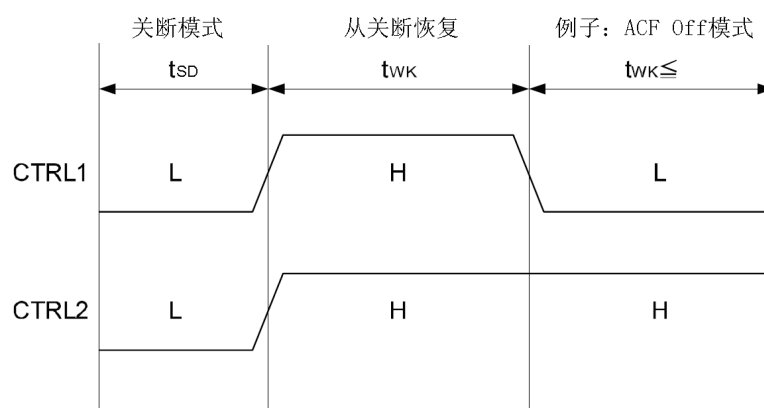

图3 唤醒初始化时序
- (2) 从关断模式唤醒时，必须先设置为模式 ACF-Off 作为过渡，这样芯片才能正常启动工作，否则 HT6873 将维持关断状态不变。即先在 t_{WK} 时间内设置图 3 中的 CTRL1、CTRL2 为 H 高电平，再转换到预设模式 (如 ACF-2)。各模式的设置时间 (除 SD 外) t_{MOD} 为 0.1ms。